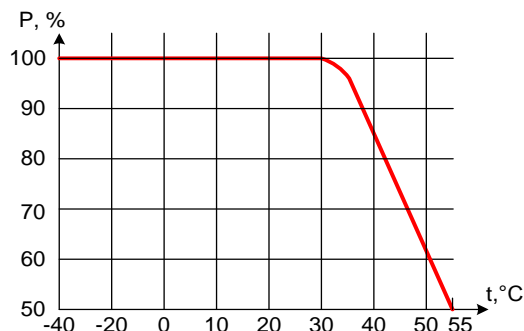

Рис. 10
* При температуре выше + 35 °С требуется запас по току, см. рис. 10
ВНИМАНИЕ; при повышении температуры окружающей среды уменьшается максимальная допустимая мощность нагрузки регулятора (см. рис. 10).